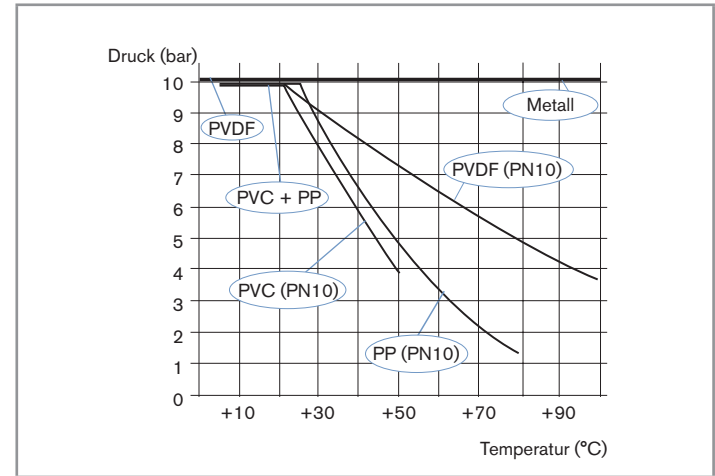

Bild 3: Abhängigkeit zwischen Flüssigkeits-Druck und Flüssigkeits-Temperatur für einen 8220 mit einem Fitting S020, je nach Werkstoff des verwendeten Fittings
Druck der Flüssigkeit	PN 10 Der maximale Flüssigkeitsdruck kann durch die Flüssigkeitstemperatur und den Werkstoff des verwendeten Fittings S020 eingeschränkt sein (siehe Bild 3)
Flüssigkeitstemperatur	Die maximale Flüssigkeitstemperatur kann durch den Flüssigkeitsdruck und den Werkstoff des verwendeten Fittings S020 eingeschränkt sein (siehe Bild 3)
- ▶ Je nach Fittingwerkstoff die entsprechende Flüssigkeitstemperatur / -Druck-Abhängigkeit berücksichtigen (siehe Bild 3, page 11).